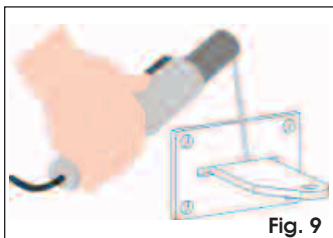

Fig. 9
- Souder la patte postérieure sur la plaque à visser en l'introduisant dans la fente appropriée (Fig. 9).